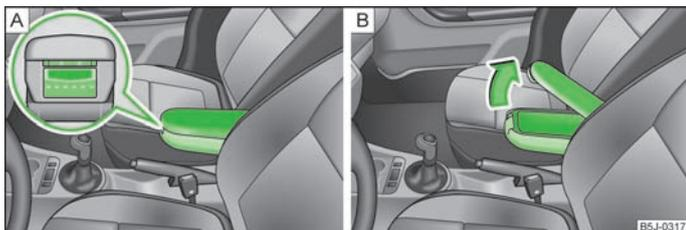

Fig. 65 Accoudoir : Vide-poches/ouverture du vide-poches
- > Appuyez sur la touche inférieure à l'avant de l'accoudoir » fig. 65 - A.
- > Appuyez sur la touche supérieure et relevez le cache du vide-poches » fig. 65 - B.